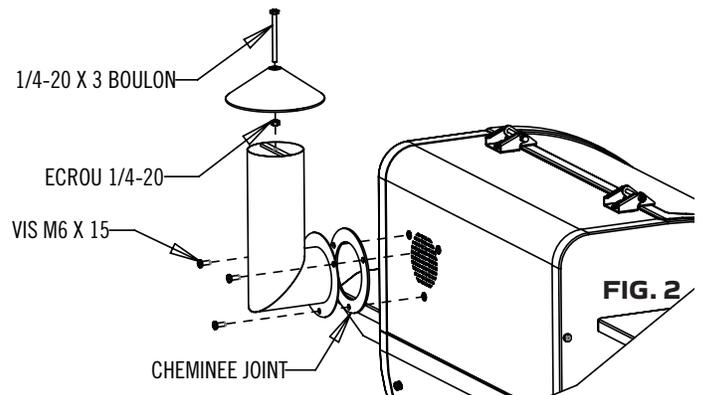

FIG. 2
1. Monter la cheminée sur le barbecue comme indiqué à la Fig 2. S'assurer que le joint de la cheminée est placé entre le barbecue et la cheminée.
3. Placer le boulon M6 x 76 à travers le chapeau de la cheminée et l'attacher au moyen d'un (1) écrou M6. Visser un deuxième écrou sur le boulon en laissant environ 3,8 cm à partir de l'extrémité supérieure du chapeau. Visser l'ensemble du chapeau vers le bas dans le support de la cheminée jusqu'à ce que l'écrou du bas touche le support. Voir la Fig 2.